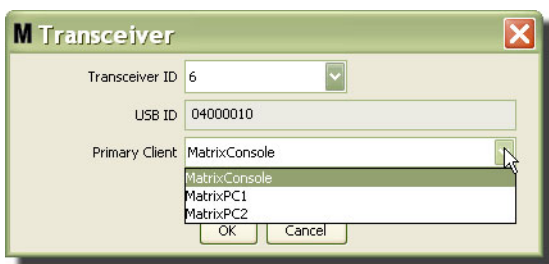

FIG. 91
5. Para modificar el Cliente principal asignado a un transceptor, haga clic en la fecha junto al campo Cliente principal para mostrar el menú desplegable (FIG. 91). El propósito de asignar un Cliente principal a un transceptor es dirigir correctamente las solicitudes de autorización de la sala de piezas (PRA), desde los medidores al ordenador cliente correcto. Si el modo PRA no se utiliza, simplemente asigne todos los transceptores al cliente de Consola Matrix predeterminado.